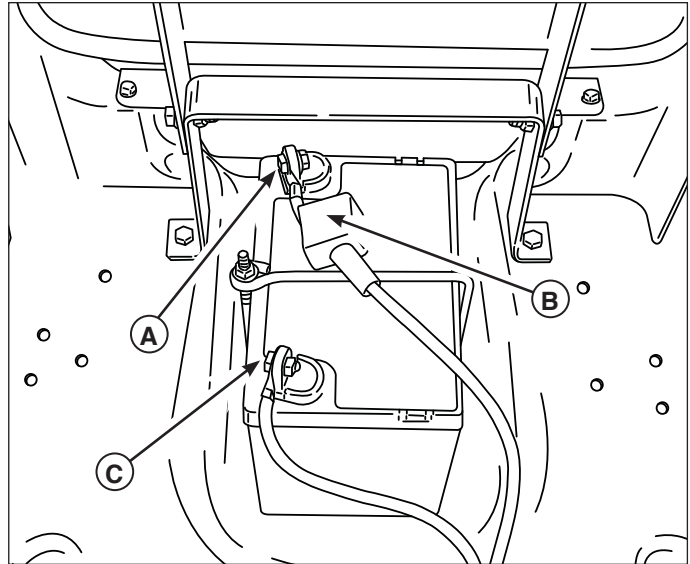

Figura 21. Compartimiento de la batería
1. Desconecte los cables de la batería; el cable negativo primero (C, Figura 21).
3. Reinstale la batería y vuelva a conectar los cables de la batería, primero el cable positivo (A).
5. Asegúrese de volver a colocar la tapa de terminal (B) sobre el terminal de batería positivo.